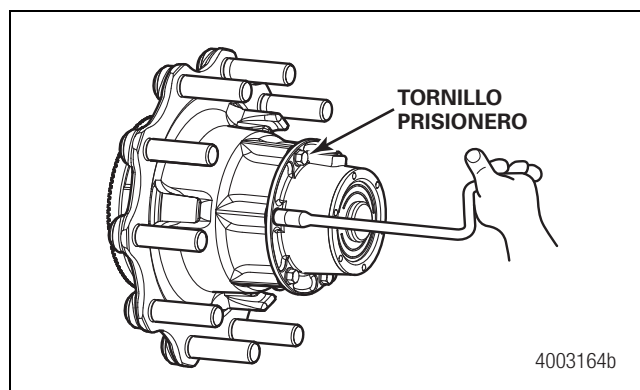

Figura 3.6
9. Coloque un recipiente debajo de la tapa de maza para recoger el aceite que cae; después retire la tapa de maza y la junta de la tapa de maza. Figura 3.6.